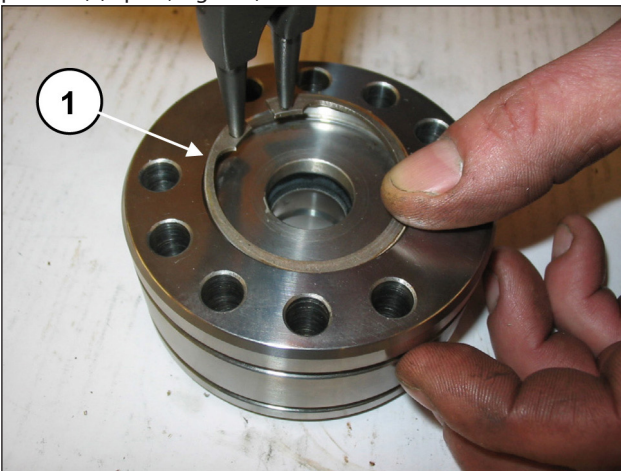
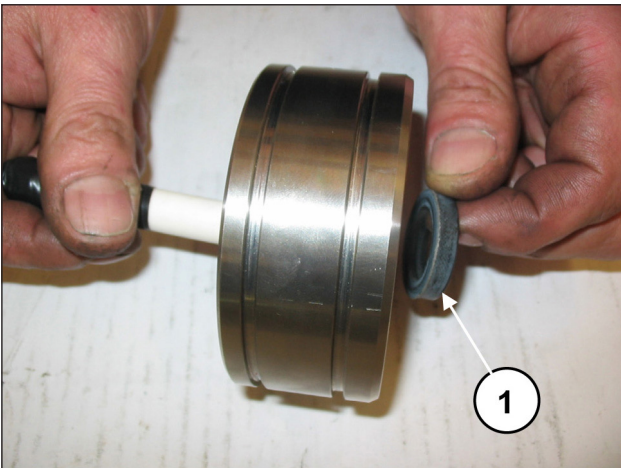

Fig. 112
Fig. 113
Déposer l'anneau Seeger et l'anneau de retenue des joints d'étanchéité (rep. ①, Fig. 112) puis utiliser une goupille en plastique pour dégager le joint d'étanchéité LP (basse pression) (rep. ①, Fig. 113).